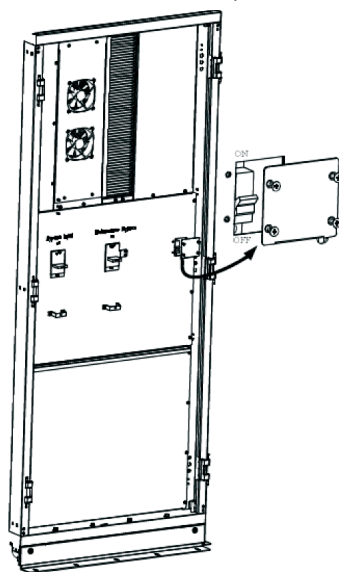

Рис. 5-1. Местоположение кабеля нейтрали внутреннего управления
4. Отсоедините кабель нейтрали внутреннего управления, как показано на рис. 5-1.
16. Подсоедините кабель нейтрали внутреннего управления, как показано на рис. 5-1.
Кабель нейтрали внутреннего управления находится справа от ручного байпаса и закрыт защитной панелью, как показано на рис. 5-1.